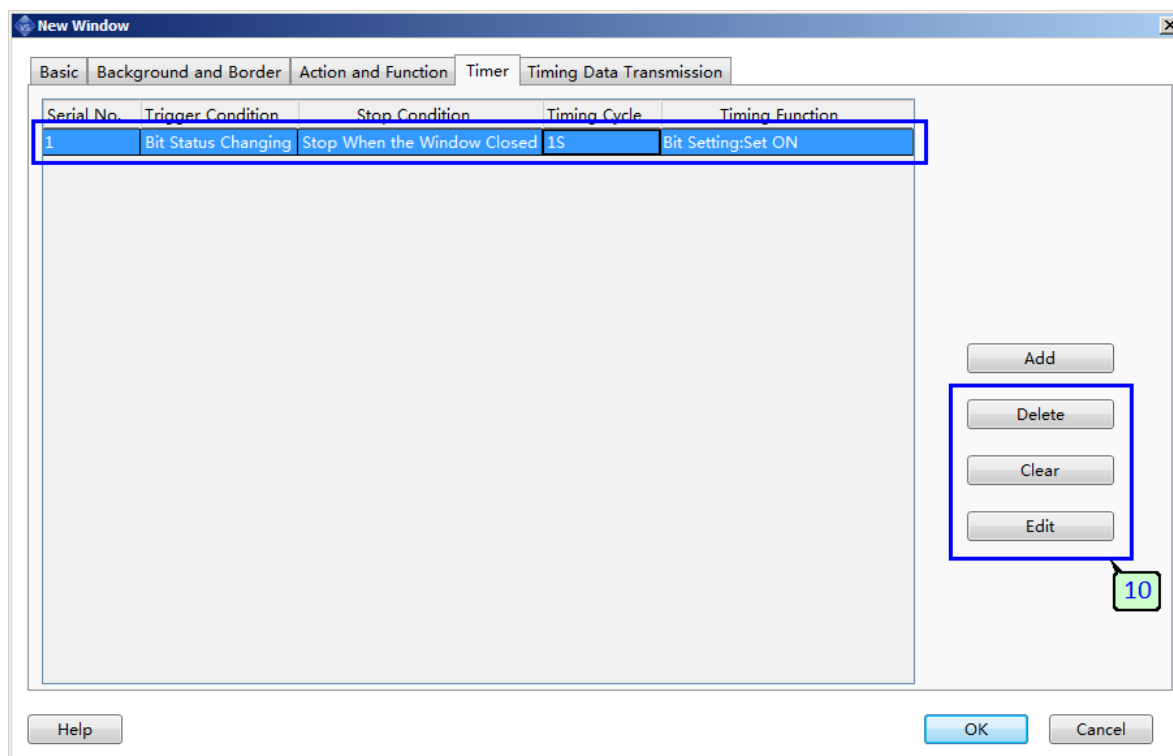

Рисунок 156 - Отображение нового таймера
9. Нажмите "OK" для сохранения настроек. В списке должен появиться новый таймер с кратким описанием выполняемой функции (рисунок 156).